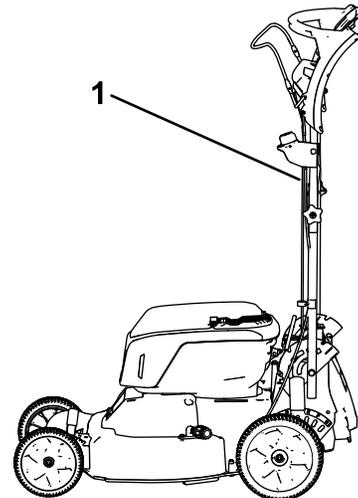

Figure 26
1. Bloquez le guidon en position verticale (Figure 26) ; voir Réglage de la hauteur du guidon (page 14).